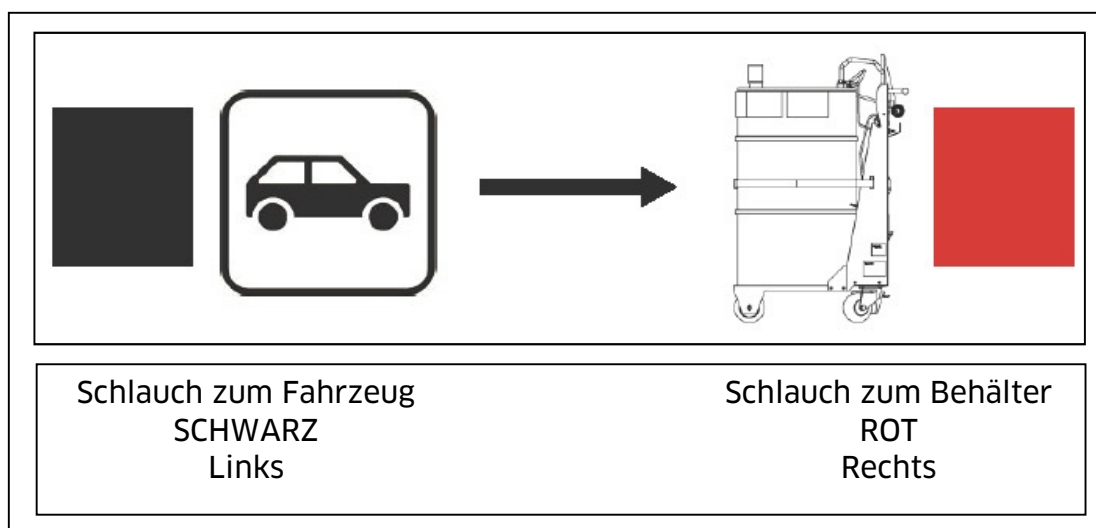

Abbildung 4
3. Die Förderschläuche für die Betriebsart „Absaugen“ kuppeln, siehe Abb. 4.